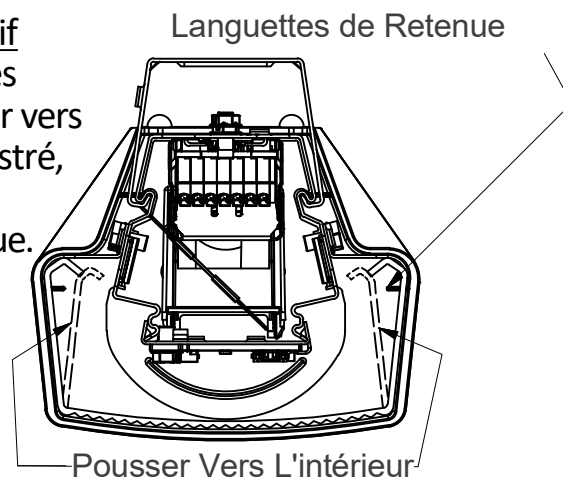

FIGURE 3: Lentille
- A. À une des extrémités de la lentille, pousser vers l'intérieur, tel qu'illustré, pour dégager les languettes de retenue. (Voir Figure 3)